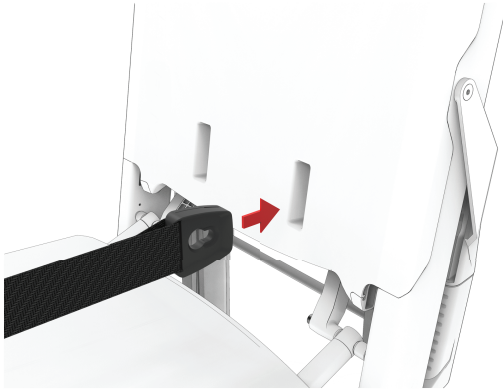
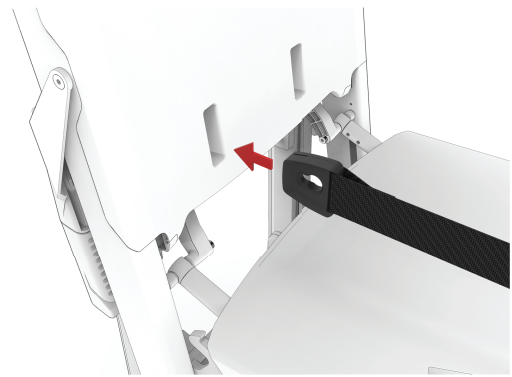

Abbildung 20 – Rückenlehnenklemme, rechte Patientenseite
Abbildung 21 – Rückenlehnenklemme, linke Patientenseite
3. Die Rückenlehnenklemme auf der rechten Patientenseite durch das Loch in der Rückenlehne auf der rechten Patientenseite einführen (Abbildung 20 und Abbildung 21).